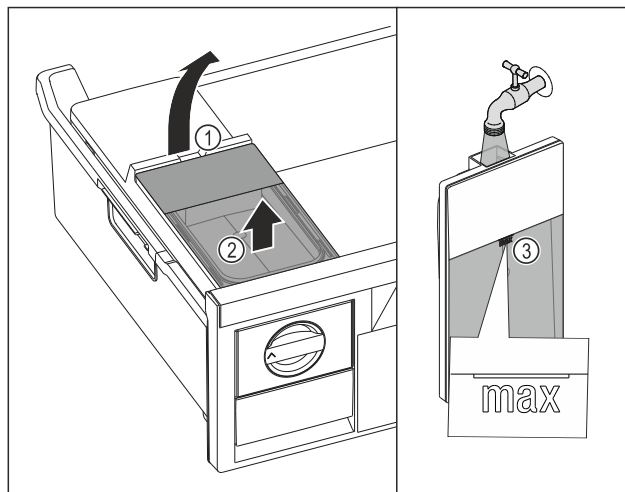

Fig. 98
- Поднимите бак для воды за выемку Fig. 98 (1).
- Извлеките бак для воды движением вверх Fig. 98 (2)
- Наполните бак для воды питьевой водой до отметки Fig. 98 (3).